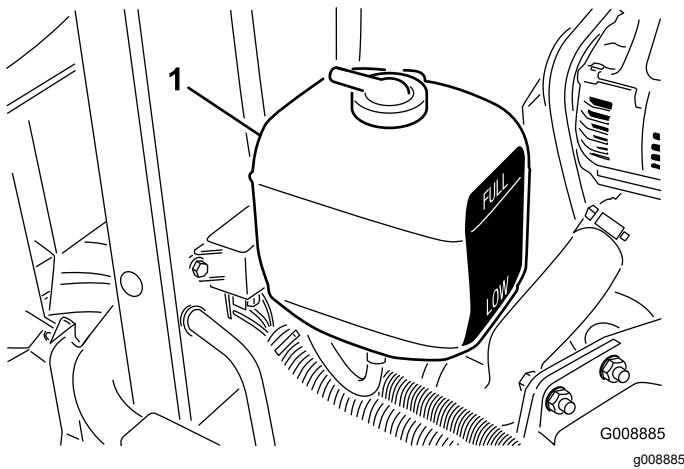

Figura 31
2. Controllate il livello del refrigerante nel serbatoio di espansione (Figura 31). A motore freddo il livello del refrigerante deve essere a metà circa tra i segni riportati sul fianco del serbatoio.